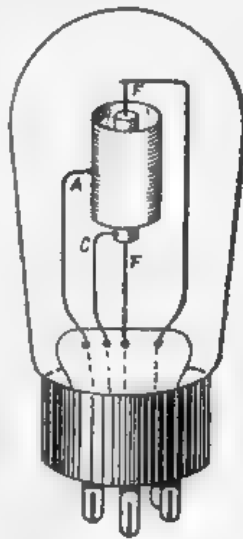

Fig. 25. De diode. F = gloeidraad. C = kathode. A = anode of plaat.
W. — Wij gaan in de lamp een elektronenval opstellen! Dat is een cilinder (fig. 25), die op een zekeren afstand rondom de kathode wordt geplaatst en die ten opzichte daarvan positief wordt geladen met behulp van een batterij.